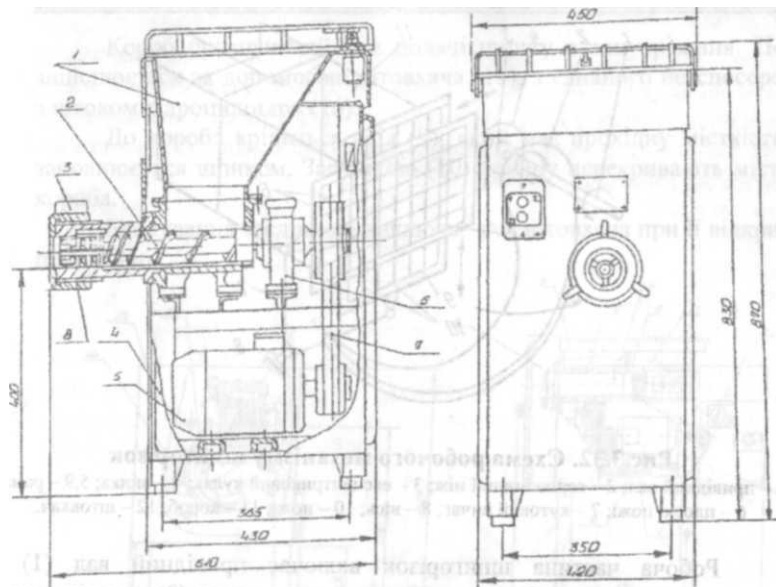

Рис.3.31. Загальний вигляд вовчка К7-ФВП-82
Вовчок К7-ФВП-82 (рис.3.31) складається з таких складових частин: станини (4), зварної конструкції, на якій розміщені всі механізми і привід, завантажувальної чаші (1) для приймання подрібненої сировини. Привід робочого шнека складається з електродвигуна (5), редуктора (6), клинопасової передачі (7).